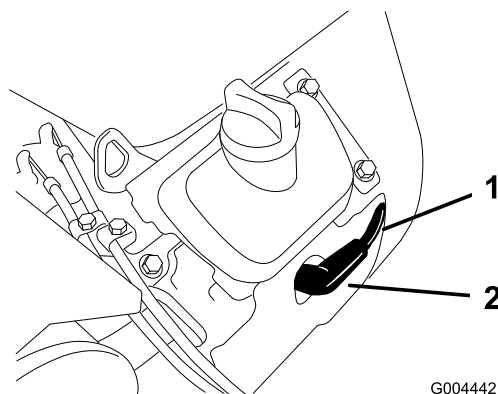

Figure 33
3. Débranchez les bougies (Figure 33). Nettoyez la surface autour des bougies pour éviter que des impuretés n'endommagent le moteur en tombant à l'intérieur.
3. Connectez les bougies (Figure 33).